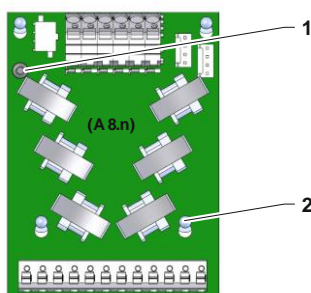

Fig. 2: Platine mesure courant ZSM-51
- Retirer la vis Torx (Marquage 1 → Fig. 2).
- Tirer légèrement la platine de mesure du courant ZSM-51 (A 8.n) vers le haut et la sortir des supports de carte (Marquage 2 → Fig. 2).